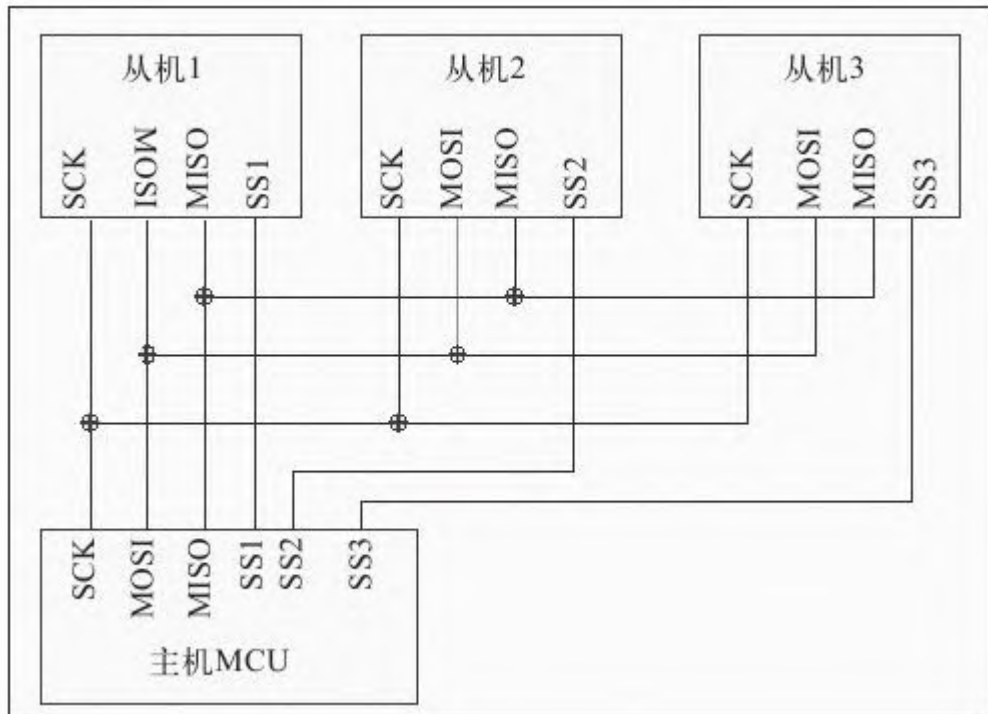

图 15-1 SPI多设备通信
1) SS（Slave Select）：片选信号线，当有多个SPI设备与MCU相连时，每个设备的这个片选信号线是与MCU单独的引脚相连的，而其他的SCK、MOSI、MISO线则为多个设备并联到相同的SPI总线上，见图15-1。当SS信号线为低电平时，片选有效，开始SPI通信。